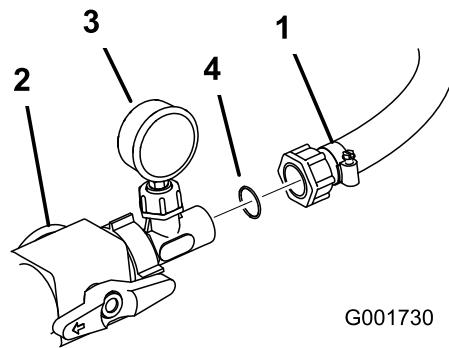

Figura 15
- Installate un O-ring di plastica tra il gruppo dell'indicatore della pressione e il flessibile che porta al gruppo dell'avvolgitubo. Collegate il flessibile al gruppo (Figura 15). Serrate il dado di plastica al flessibile per fissarlo al gruppo dell'indicatore della pressione.